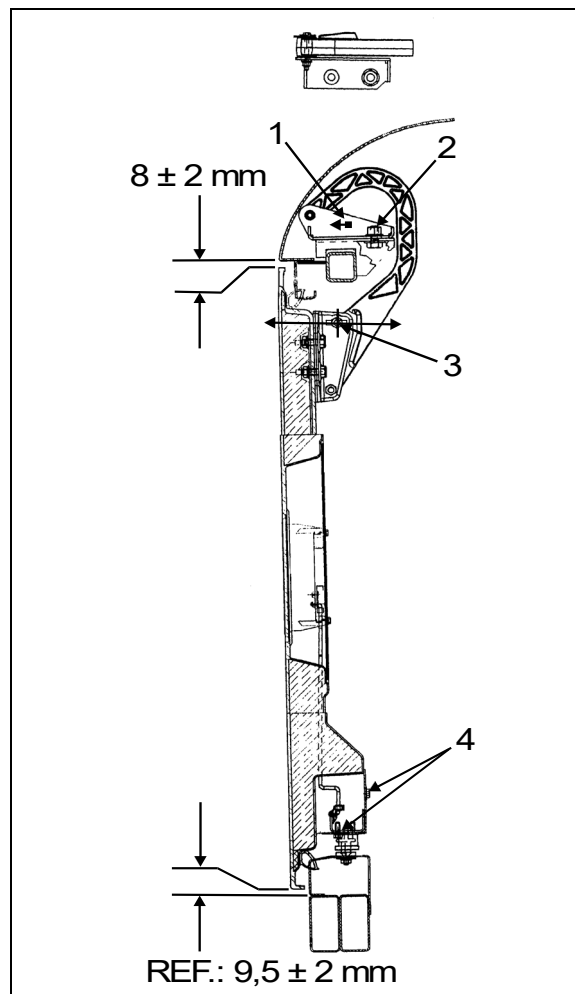

FIGURE 74 : CHARNIÈRE DE PORTE SUPÉRIEURE
2. Desserrer l'écrou (2, Figure 74).
3. Déplacer la pièce (1, Figure 74) le plus près possible de l'extérieur de l'autocar, de façon à ce qu'il y ait suffisamment d'espace pour que la porte s'ouvre.
4. Desserrer l'écrou (2, Figure 74).
5. Desserrer l'écrou (3, Figure 74). La charnière permet à la porte de bouger vers l'intérieur ou l'extérieur.
nécessaire, se servir de l'ajustement permis par la pièce mobile numéro 1, Figure 74.